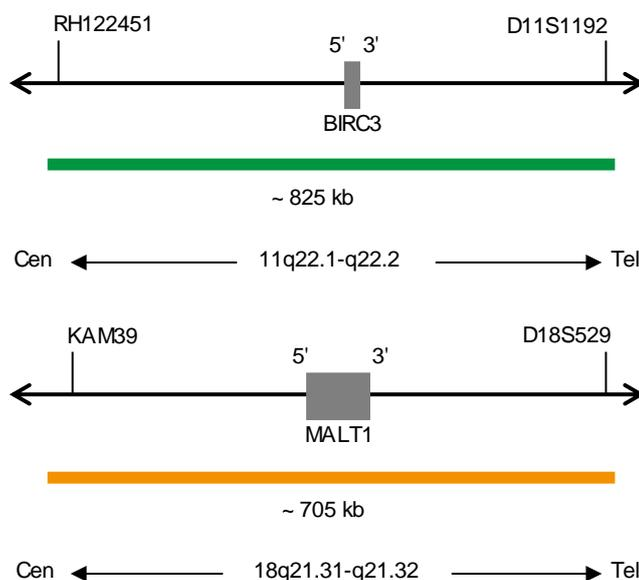

Fig. 1: In alto: Mappa della sonda SPEC BIRC3. In basso: Mappa della sonda SPEC MALT1 (non in scala)
- Polinucleotidi (~12.0 ng/ μ l) marcati con ZyGreen (eccitazione 503 nm/emissione 528 nm), le cui sequenze target mappano in 11q22.1-q22.2* (chr11:101,756,072-102,581,817) in cui è localizzato il gene BIRC3 (vedere Fig. 1).
- Polinucleotidi (~6.0 ng/ μ l) marcati con ZyOrange (eccitazione 547 nm/emissione 572 nm), le cui sequenze target mappano in 18q21.31-q21.32* (chr18:56,021,766-56,724,408) in cui è localizzato il gene MALT1 (vedere Fig. 1).